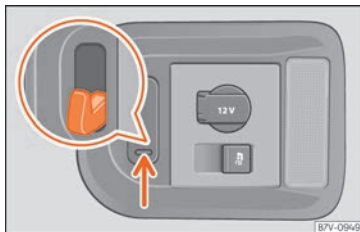

Abb. 176 Im Gepäckraum: Taschenhaken.
Im Gepäckraum rechts befindet sich ein herausklappbarer Taschenhaken »» **Abb. 176**, an dem leichte Einkaufstaschen befestigt werden können.
- Unten auf den Taschenhaken drücken »» **Abb. 176** (Pfeil) und herausklappen.